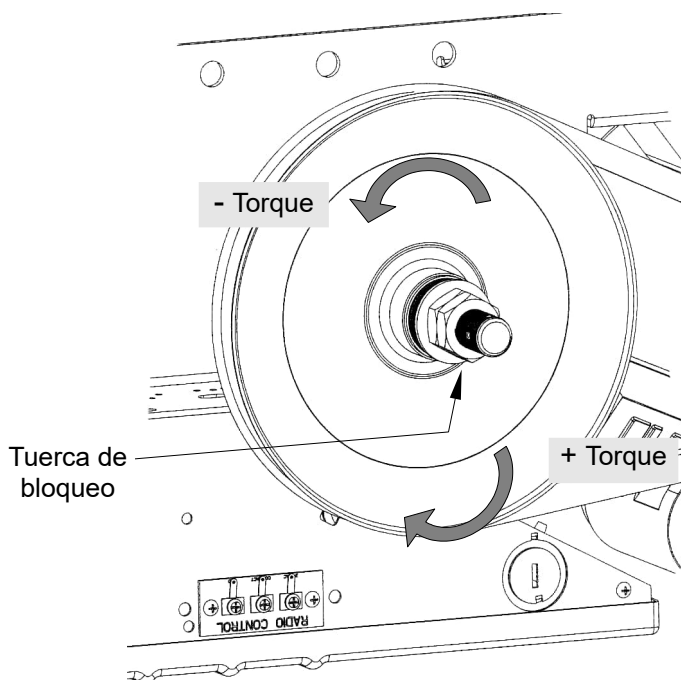

Figura 30 - Ajuste del embrague
1. Abrir las tuercas con (2) llaves 7/8", consultar la Figura 30.